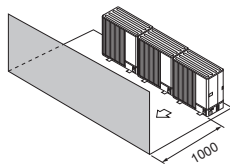

Abb. 2-17
- (3) Hindernisse oder unzugängliche Oberfläche nur auf Vorderseite (Abb. 2-17)